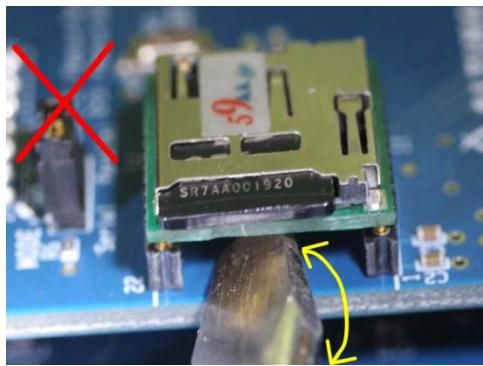

図 11.2 取り外しの悪い例
- ドライバ等で取り外す場合、図 11.2 のようにモジュール下への差し込みが十分でない場合、図 11.1 の赤枠の部分に作用点が働いてしまうとチップ部品を破損してしまいます。